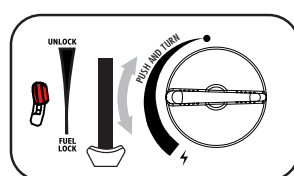

fig. 5
6. Justera kontrollratten till läget som behövs. (fig.5) Ställ aldrig patronspaken (6) till "UPPLÅST" läge under användning!